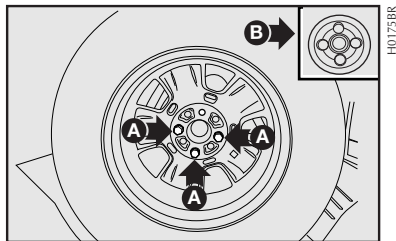

fig. 9
- Quite, con la llave de rueda, los tres tornillos **A-fig. 9**.
- Quite la pieza plástica **B-fig. 9** de protección de la rueda de repuesto, para posteriormente recolocarla en la rueda con el neumático pinchado, antes de sujetar la misma en el soporte. Esa pieza plástica es colocada mediante encaje y su función es proteger la cara externa de la rueda contra eventuales arañazos.